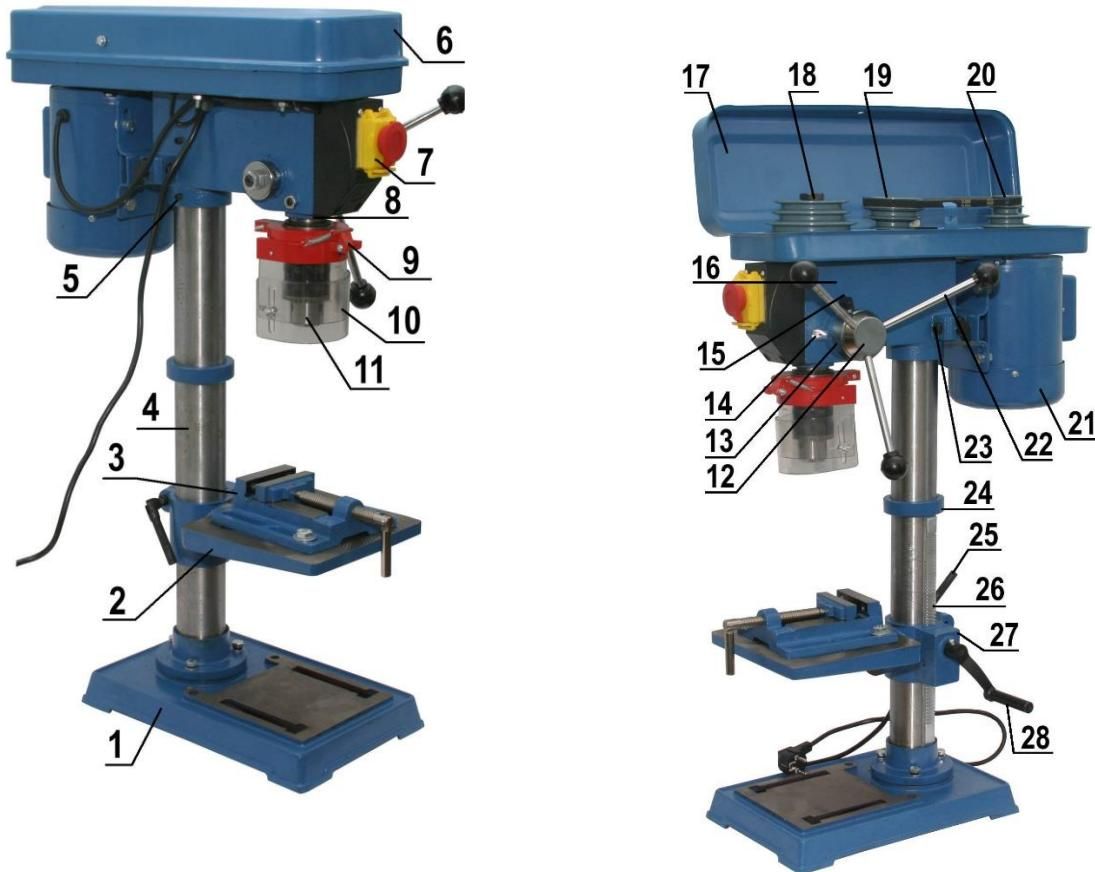

Рис. 1
5.2.Станок состоит из следующих основных частей, указанных на рис.1: